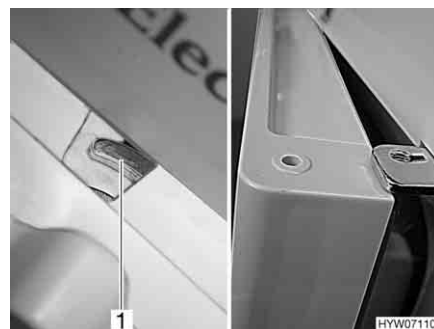

Fig. 190 Porta del frigorifero/del vano congelatore in posizione di ricircolo d'aria (serie Dometic 7 con vano congelatore separato)
- Spostare il dispositivo di bloccaggio completamente verso destra. La porta del frigorifero/porta del vano congelatore è bloccata con l'ausilio dell'arresto della porta (Fig. 190,1). In questo modo la porta del frigorifero/porta del vano congelatore rimane ferma in posizione socchiusa (Fig. 190).